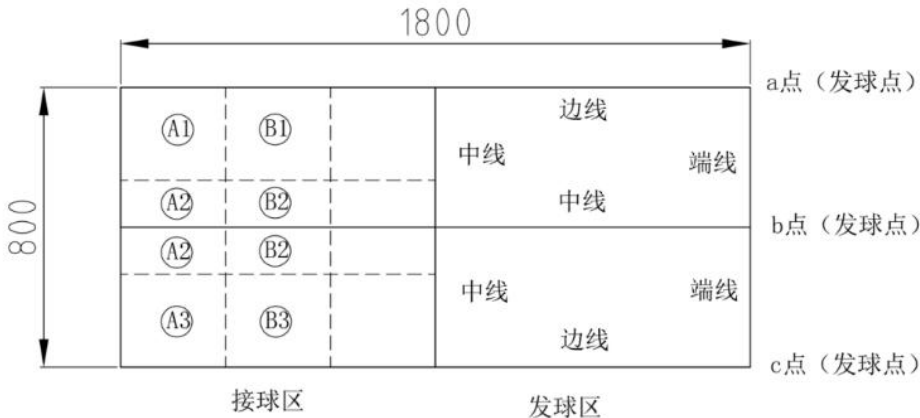

图 D-1 台面示意图
设计并制作一个乒乓球陪练控制系统。该系统由发球机控制和接球检测两部分组成。缩小版的乒乓球台面示意图如图 D-1 所示（单位：mm）。
2.乒乓球台面颜色选择 ITTF 赛事常用的深蓝色(RGB 0-56-101),且表面哑光无光泽。比赛时参赛队可以自备符合图 D-1 要求的喷布/纸质或其他材料。
8.不允许在图 D-1 场内及场外周边(顶部除外)设置任何标志及检测装置(包括但不限于在场内除要求外增加线条、虚线或预埋导线)。